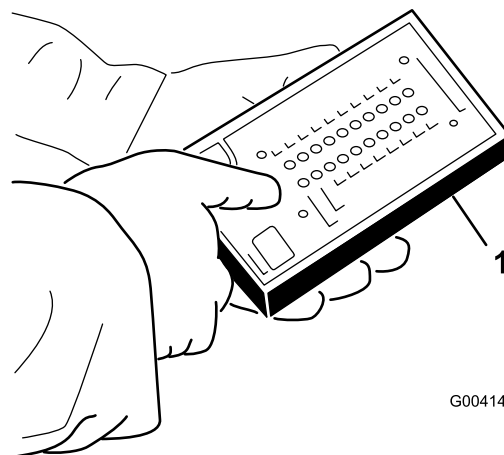

Figura 44
5. Collegate il connettore del display Diagnostic ACE al connettore del cablaggio preassemblato (Figura 44).